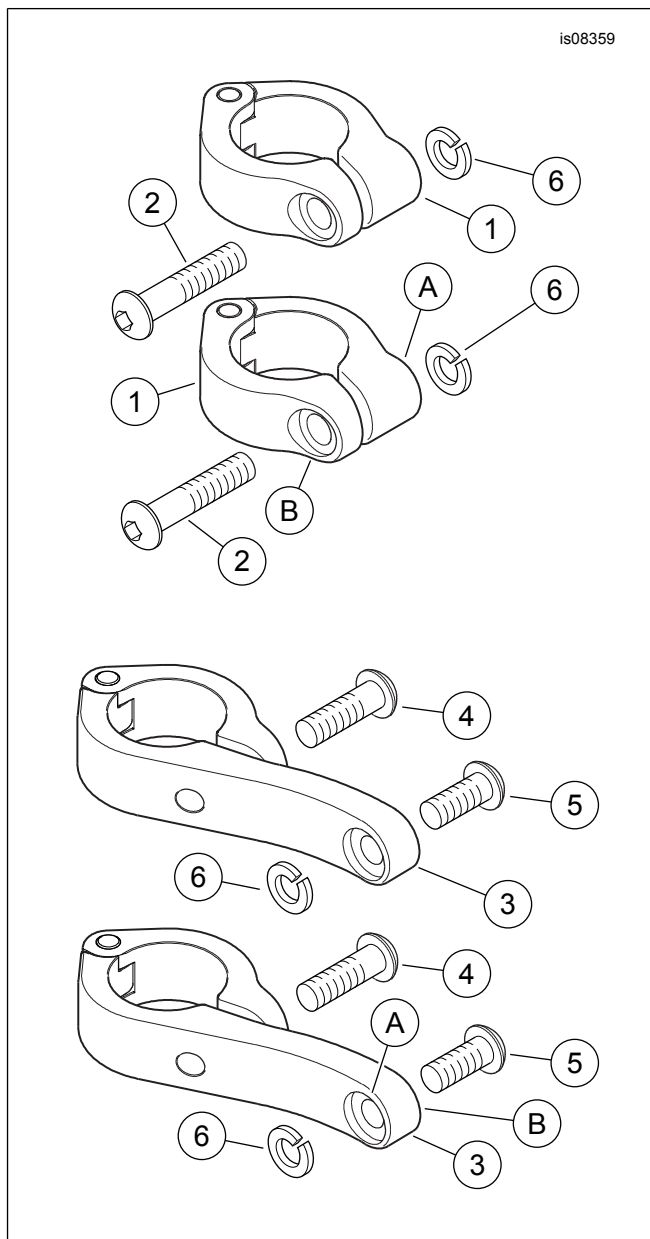

Figura 1. Parti di ricambio: Kit di montaggio luci fendinebbia ogivali a LED
Vedere Figura 1 e Tabella 1.
1. Vedere Figura 1. Prelevare da **questo** kit un morsetto della protezione del motore (1), una vite (2) e una rondella di sicurezza (6).
2. Aprire il morsetto. Porre il morsetto intorno alla sezione verticale della protezione del motore, con la cerniera rivolta indietro e la lamatura profonda (A) rivolta verso l'interno.
3. Inserire la vite attraverso il morsetto dal lato della lamatura bassa (B). Far scorrere la rondella di sicurezza sulle filettature della vite, inserendola nella lamatura profonda.
1. Vedere Figura 1. Prelevare un morsetto per protezione del motore (3) e una vite lunga (4) da **questo** kit.